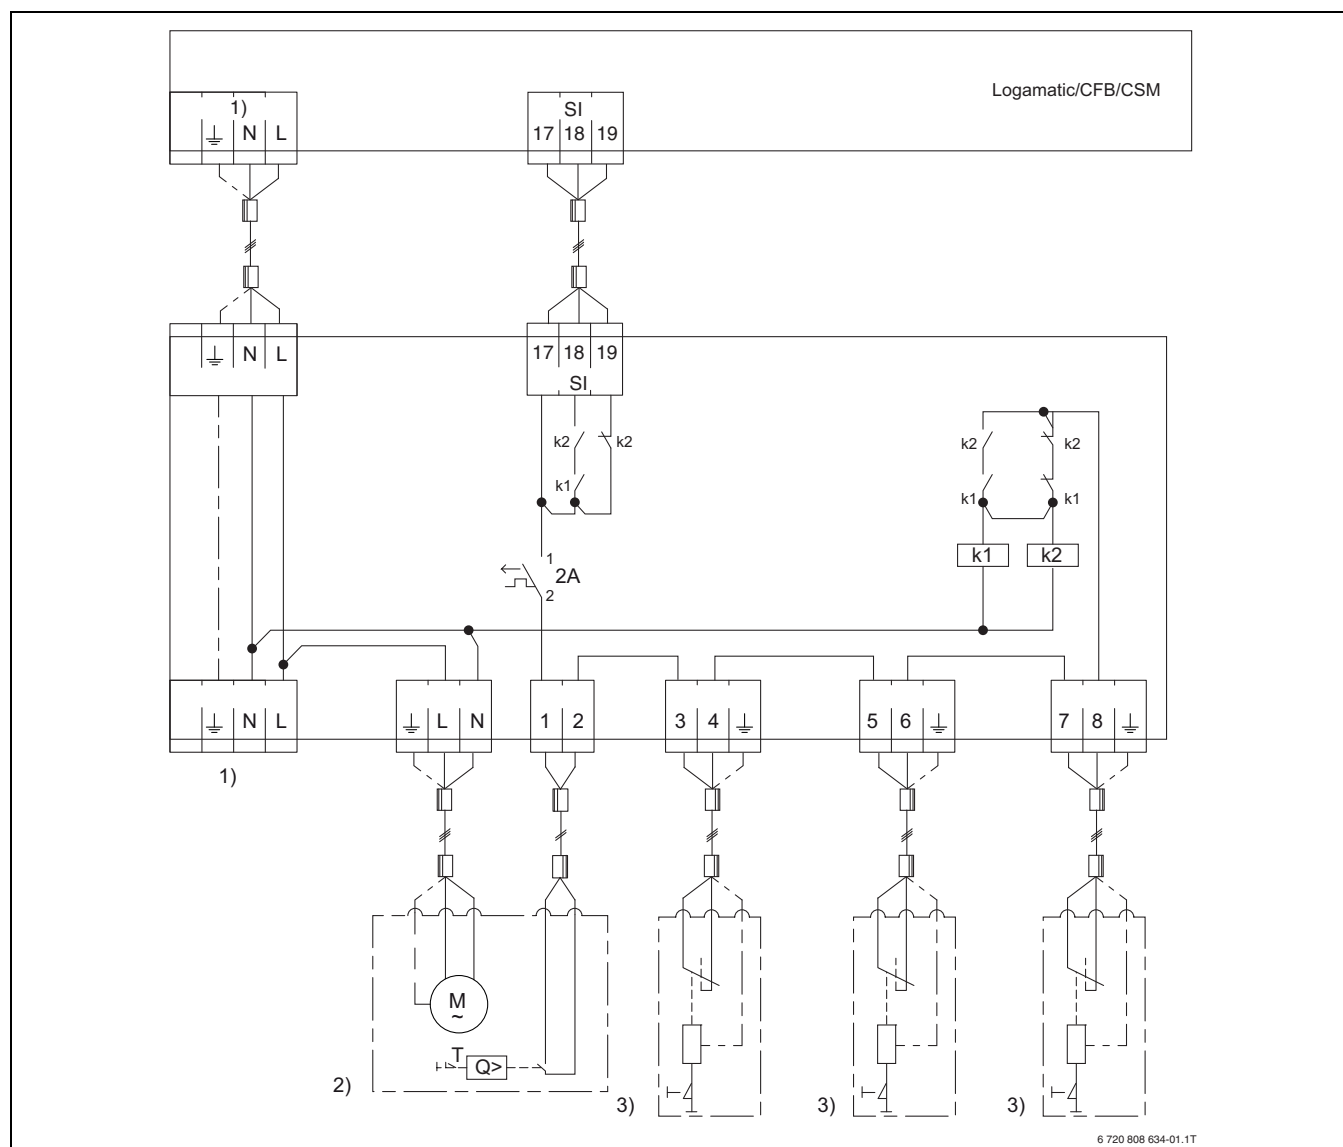

Fig. 5 Conectare externă sistem de neutralizare și dispozitive de siguranță
- ▶ Includeți dispozitivele de siguranță conform Fig. 5, pagina 17 și înregistrați datele.